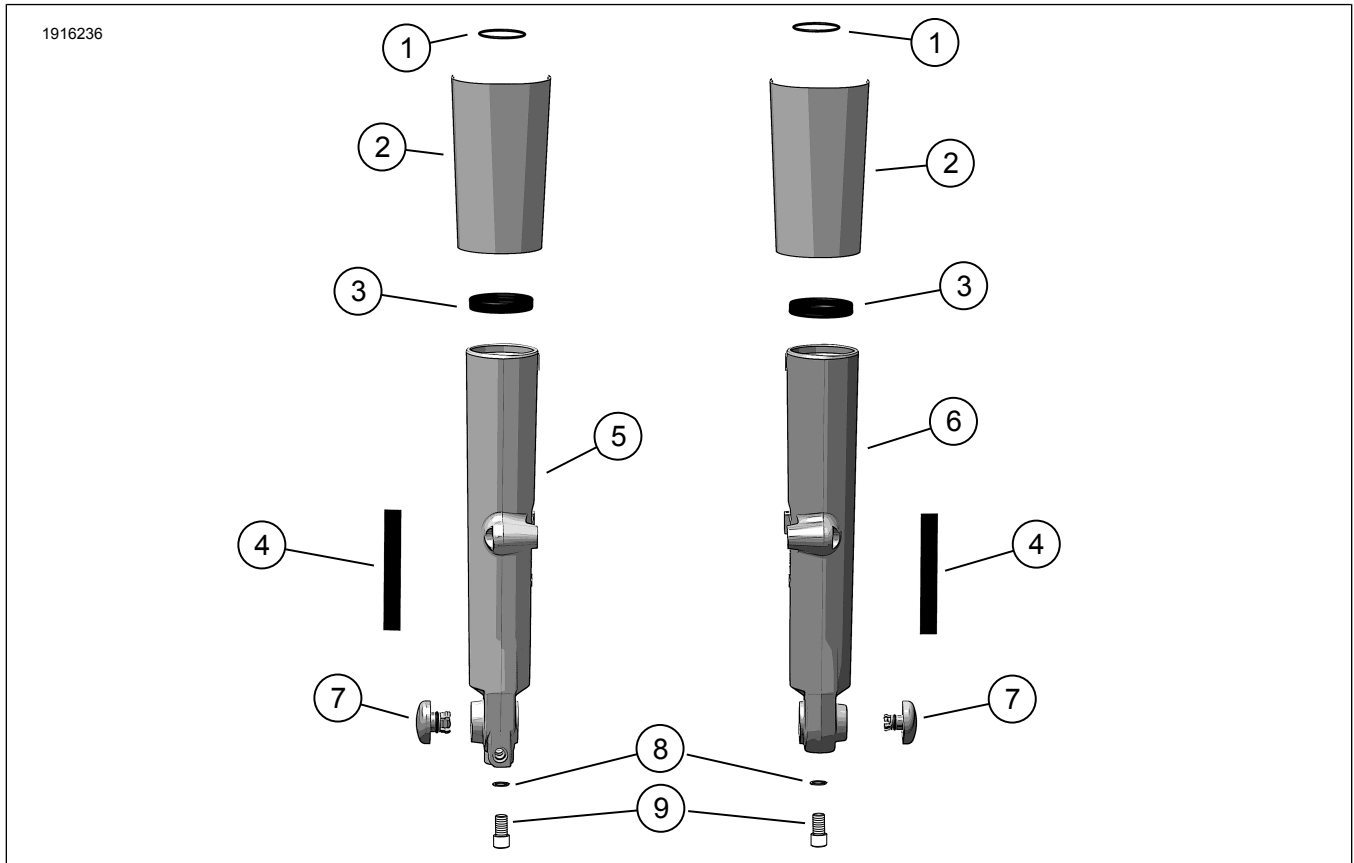
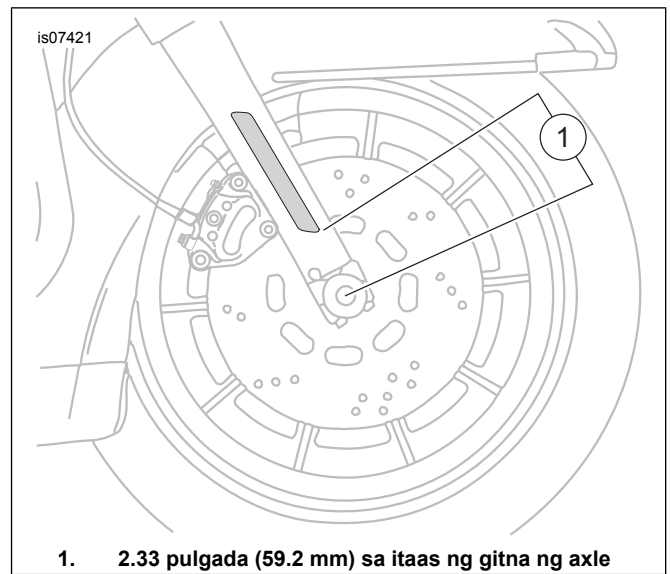

Figure 1. Mga Nilalaman ng Kit: Mga Slider ng Chrome Lower Fork
Figure 2. Paglalagay ng Reflector
4. Tingnan ang Figure 1 at Figure 2. Peel liner mula sa tape (4). I-install ang reflector sa posisyon sa tinidor tulad ng ipinapakita. Diinan nang maigi sa puwesto.